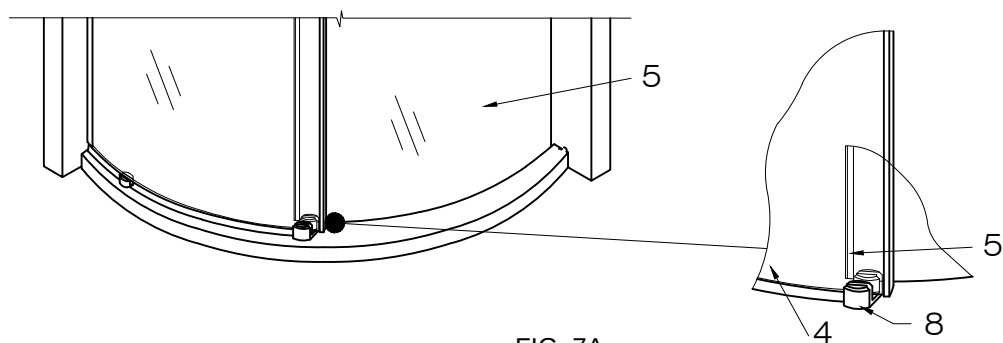

FIG. 7A
4. Verifique que la parte inferior de la puerta se alinee con la hendidura de la guía inferior de la puerta (nro. 8). [CONSULTE LA FIG. 7A]